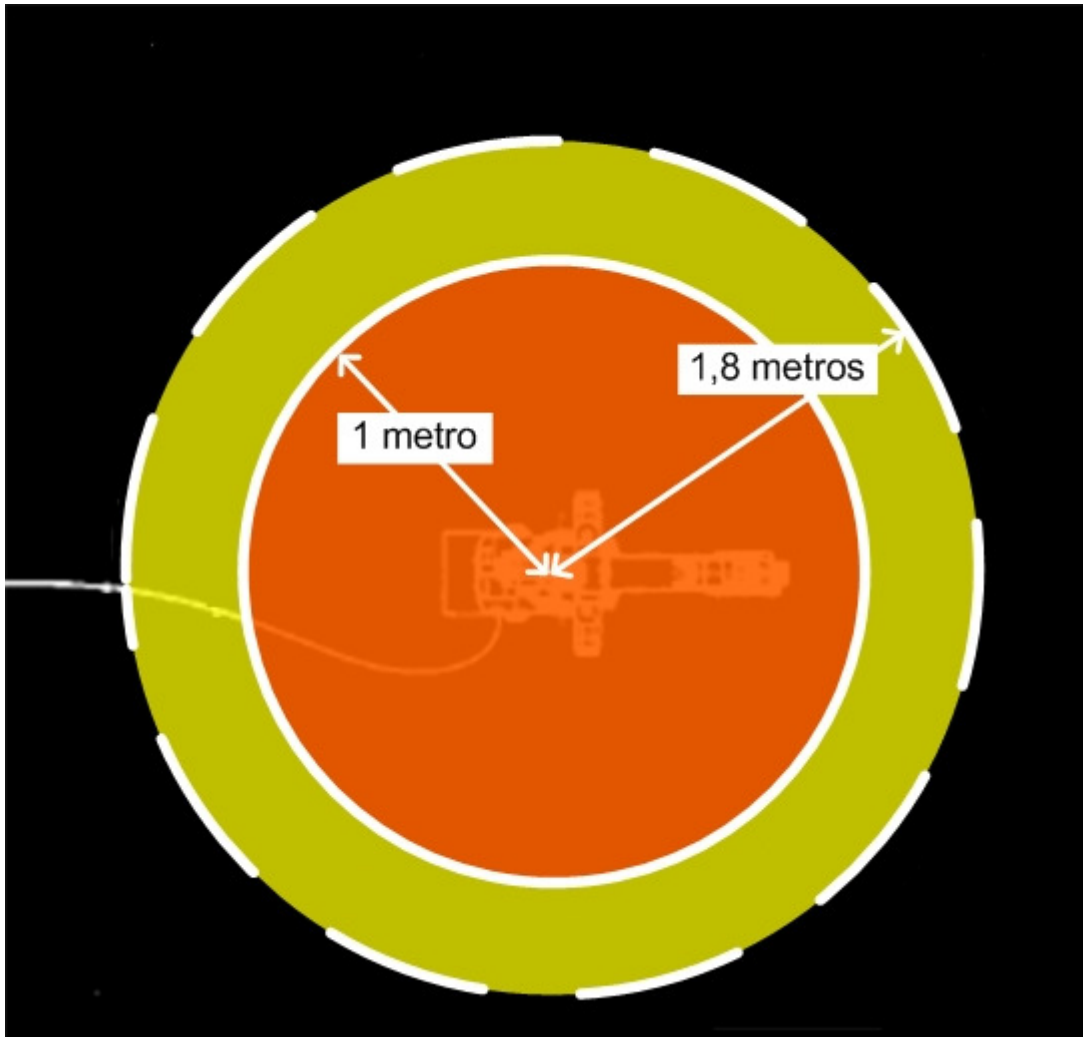

Figura 2 –.Distância de segurança a cumprir.
- a) Deve ser sempre respeitada a distância de segurança indicada na Figura 2 a amarelo equivalente a 1 metro e 80 centímetros.